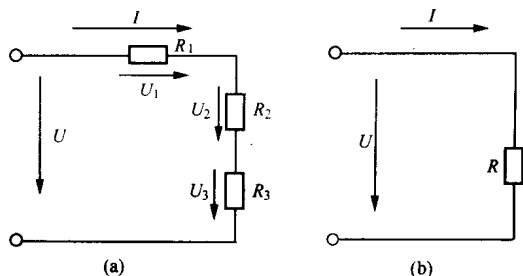

图 1-1 电阻串联电路
(7) 串联电路。由两个以上的负载 (电阻)，首尾依次连接在电路中，称为串联电路，如图 1-1 所示。串联电路有以下特点：